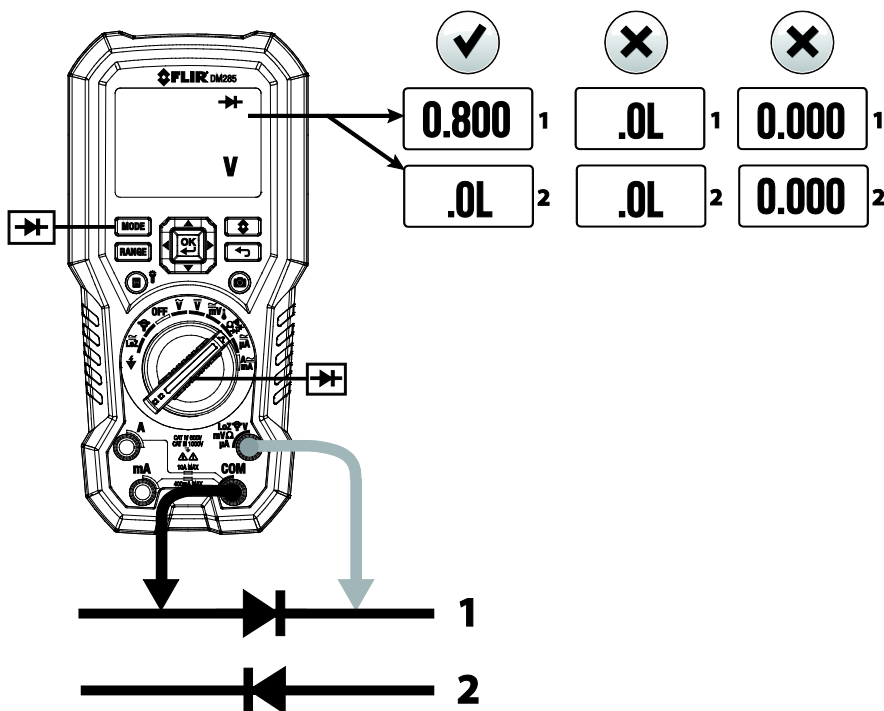

Bild 9-4 Klassisk diodtest
4. Rör provspetsarna över dioden eller halvlederövergången som testas i en polaritet (riktning) och sedan i andra polariteten såsom visas på **Bild 9-4**.